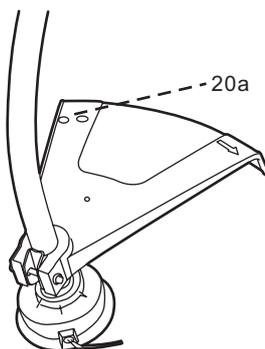

Fig. 11
2. Le capot comporte une lame (20a) servant à trancher le fil de coupe en cas de besoin (fig. 11).